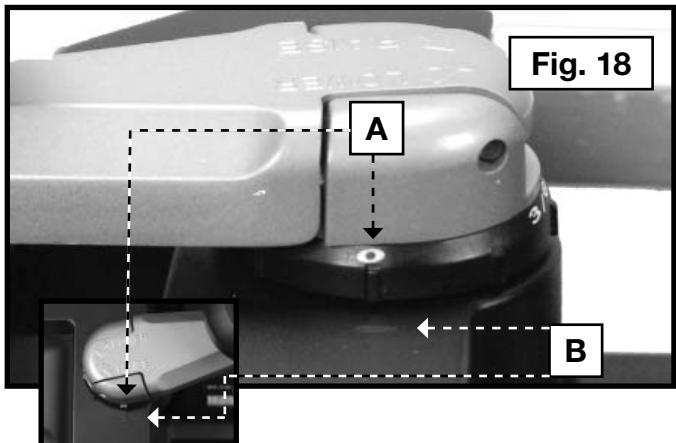

Fig. 18
El mango de ajuste del cabezal de corte cuenta con un anillo de ajuste (A) Fig. 18. Para utilizar el anillo de ajuste para realizar ajustes finos:
2. Haga coincidir la posición cero del anillo (A) Fig. 18 con la flecha (B).